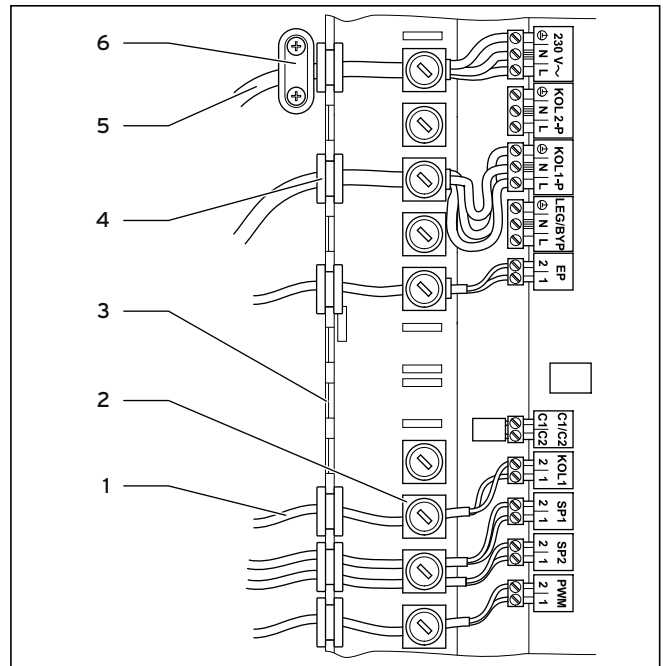

Fig. 5.7 Câblage du boîtier de commande
- Procédez au câblage du boîtier de commande conformément au schéma hydraulique (voir figures 5.7 à 5.9).